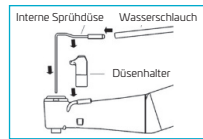

Fig. 2
- Setzen Sie die interne Düse in den Düsenhalter ein. (Abbildung 2)